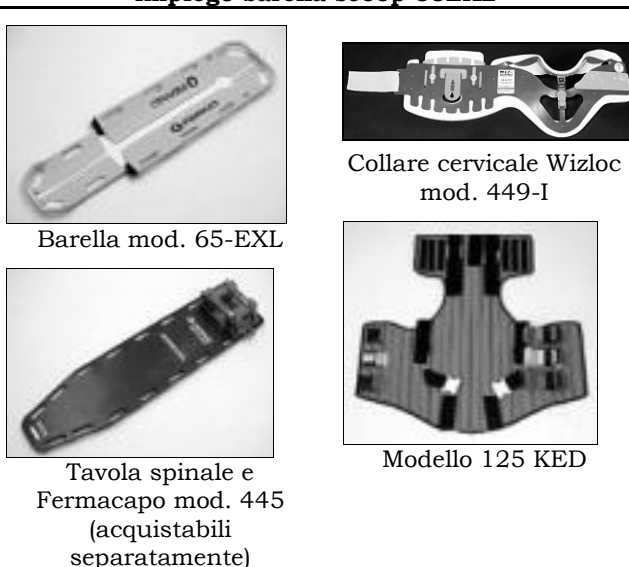

Figura 21 - Prodotti per l'immobilizzazione Ferno compatibili con le barelle serie 71
- I prodotti per la immobilizzazione della Ferno che sono compatibili con le barelle serie 71 sono riportati in figura 21.